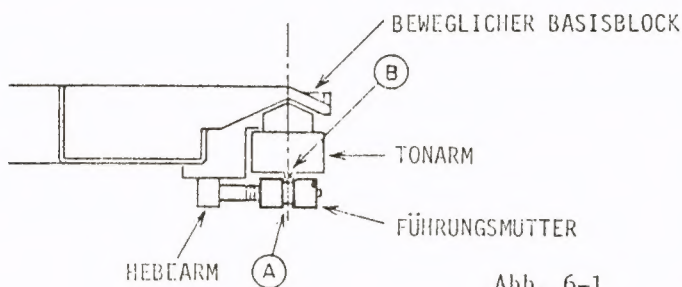

Abb. 6-1
### 6-2 EINSTELLUNG VON ANHEBUNG UND POSITION (Siehe Abb. 6-1)
- 2) Den Tonarm mit dem beweglichen Basisblock festhalten und die Führungsmutter vom Tonarm lösen. Daraufhin die Führungsmutter dicht an den Tonarm bringen und sie mit einem Schlitzschraubenzieher so einstellen, daß die Position der Nut (A) an der Führungsmutter mit dem erhabenen Teil (B) des Tonarms übereinstimmt. Siehe hierzu Abb. 6-1.